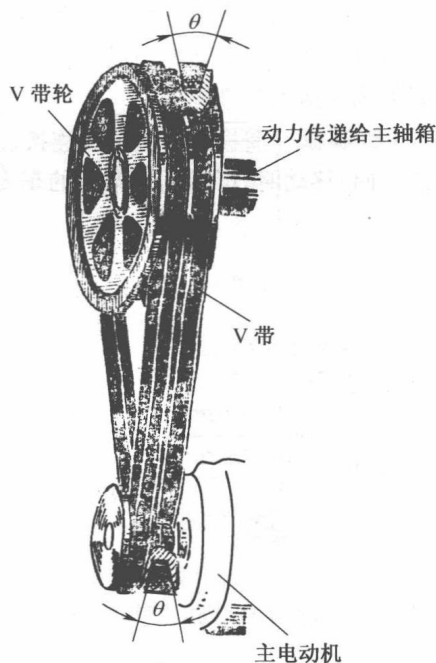

图 2-4 主电动机和 V 带传动
(1)主电动机和 V 带轮 主电动机和 V 带轮安装在车床左端,通过 V 带进行传动,如图 2-4 所示。开动车床时,先接通主电动机电源,由主电动机输出的动力,经 V 带轮传递给主轴箱。CA6140 型车床主轴箱电动机功率为 7.5kW,转速为 1450r/min。